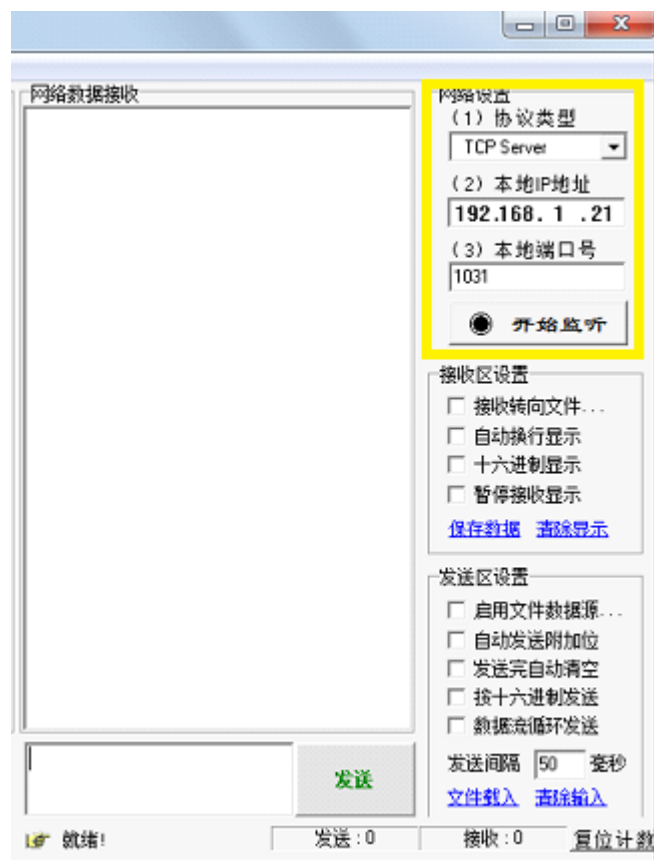
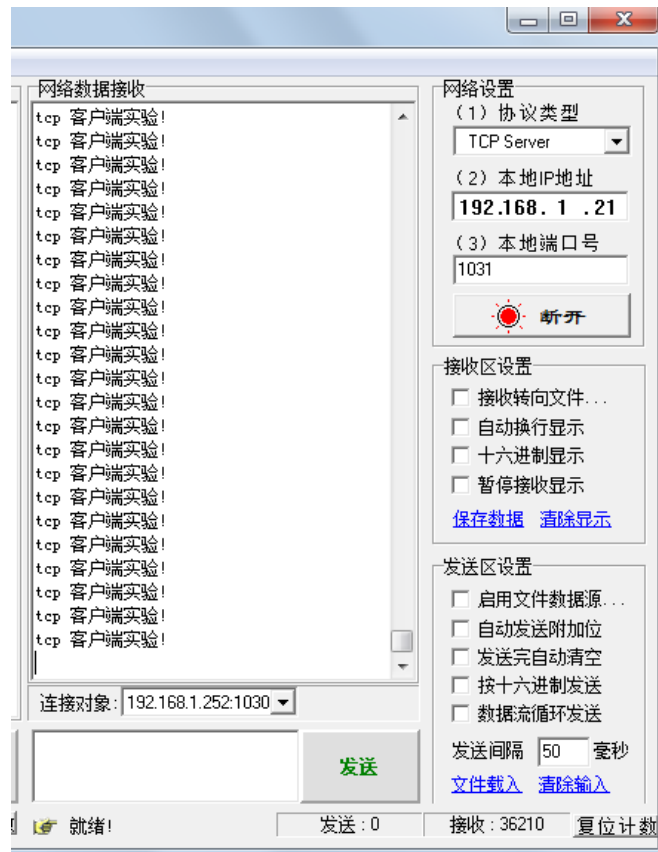
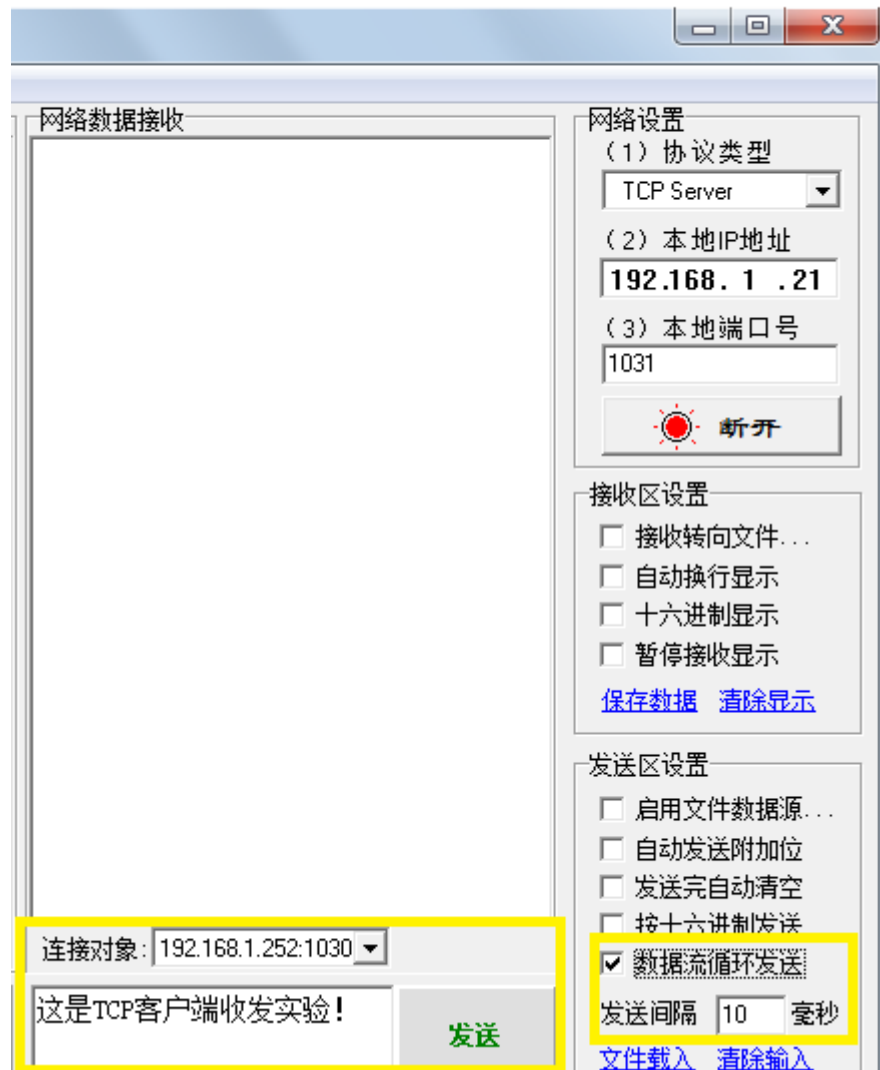
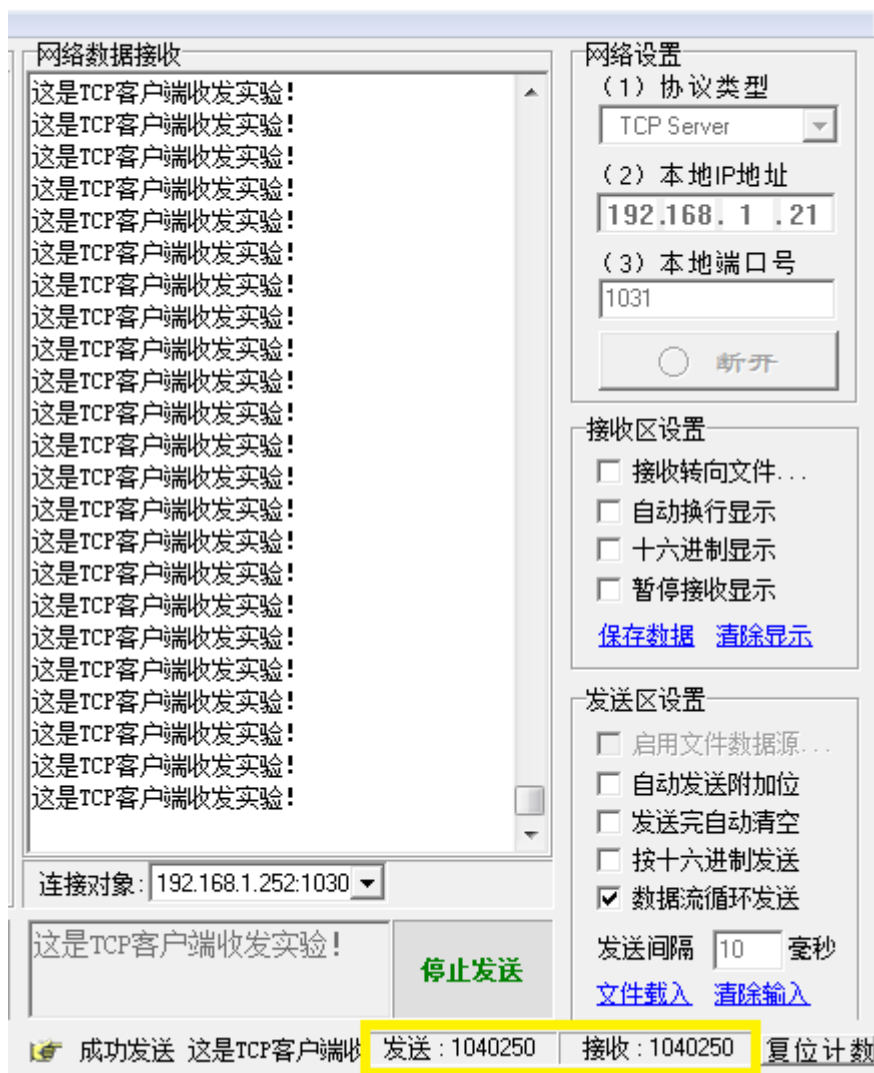

图 24 软件设置
图 25 TCP 发送实验结果
图 26 TCP 客户端收发数据连接成功
图 27 TCP 客户端收发数据实验结果
- （1）将电脑 IP 设置成如图 7 所示，打开软件“USR-TCP232-Test.exe”，并设置如图 24 所示。
- （3）网口灯亮后，点击图 24 的“开始监听”，稍等片刻后，则可以看到开发板发来的数据，如图 25 所示。
编译,下载,复位,待网口灯亮后,在图 24 界面的发送区中输入“这是 TCP 客户端收发实验!”,最后回车换行;点击图 24 的“开始监听”后,稍等片刻(需要一点时间),则会出现如图 26 所示界面,表明开发板已经和电脑连接成功。
连接对象即是开发板的 IP 和端口号。此时即可点击图 26 的“发送”，结果如图 27 所示。
由图 27 可以看出，服务器端向开发板发送 1040250 字节数据，开发板向服务器返回的字节数也是 1040250，表明程序运行正确。